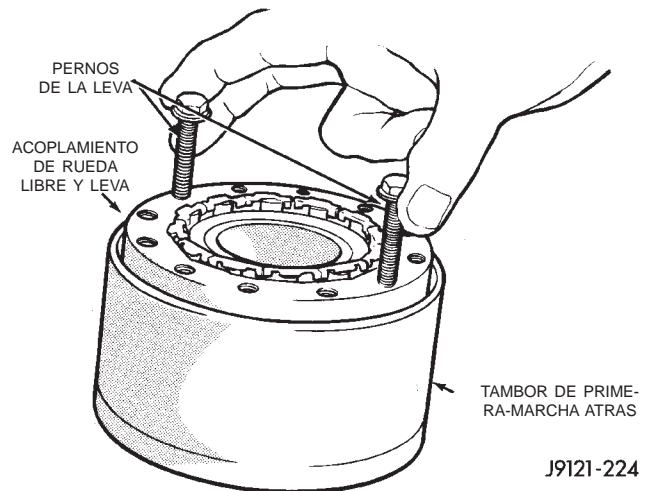

Fig. 111 Desmontaje del acoplamiento de rueda libre del tambor de primera-marcha atrás
(1) Si se extrajo el conjunto del acoplamiento con el tambor de primera-marcha atrás, enrosque dos pernos de la leva de acoplamiento en la leva. Luego levante la leva del tambor con los pernos para extraerla (Fig. 111). Si fuera necesario, haga girar la leva hacia atrás y adelante para facilitar el desmontaje.
(2) Retire el conjunto de rodillo y muelle de acoplamiento de la pista de rodamiento.